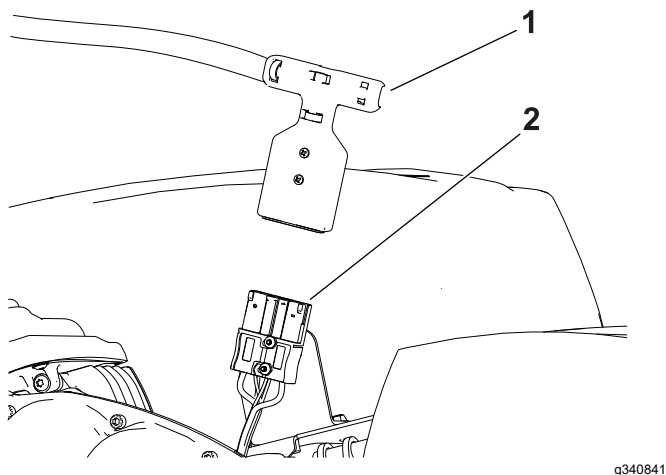

Figure 19
4. Débranchez le connecteur à poignée en T du faisceau de câblage principal au connecteur d'alimentation principale sur le socle de la batterie (Figure 19).